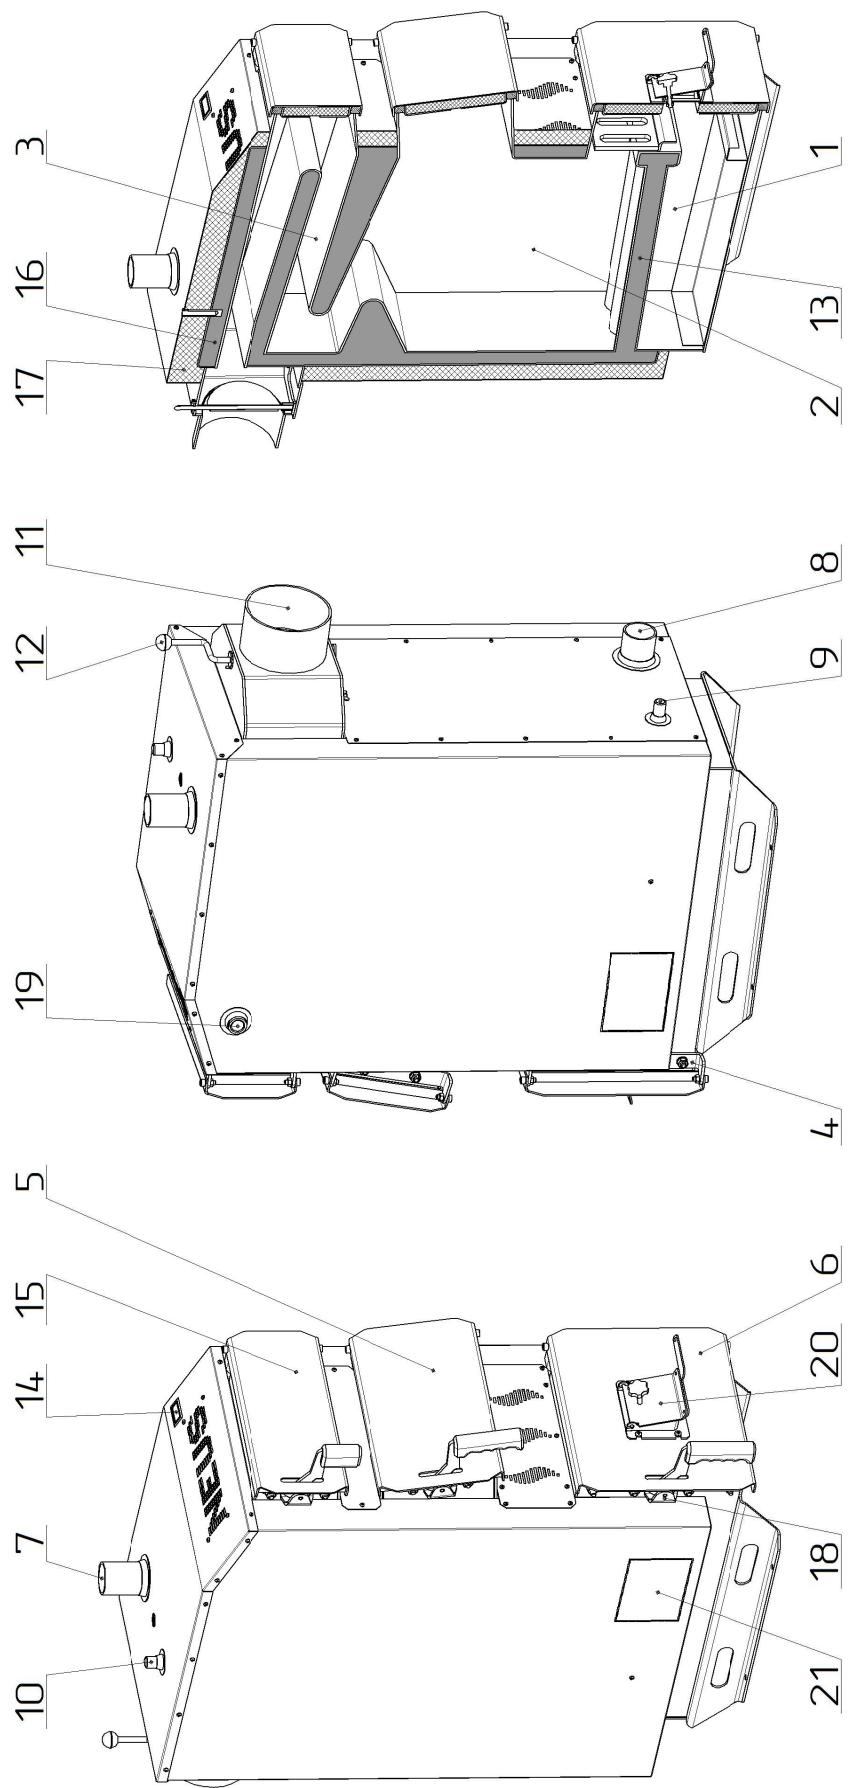

Рисунок 2 – Основні елементи котла Неус-Практик
Конструктивно котел являє собою збірно-зварену конструкцію, що складається з корпуса (поз. 1, рис. 2) з камерою згоряння (топкою) (поз. 2, рис. 2). Конвекційна частина котла складається з трьохходового теплообмінника (поз. 3, рис. 2), який розташований безпосередньо над топкою.
Корпус котла виконаний в формі паралелепіпеду з подвійними стінками, які розділені водними перегородками (поз. 16, рис. 2). На зовнішній поверхні корпуса під декоративною обшивкою закріплена теплова ізоляція. (поз. 17, рис. 2).
Паливо для процесу спалення завантажується на колосникові грати (поз. 13, рис. 2) крізь завантажувальні дверцята (поз. 5, рис. 2). Згоряння палива в топці відбувається за участю повітря, яке постачається наступним чином:
- у котлі Неус-Практик – крізь вікно клапана подачі повітря (поз. 20, рис. 2), що закривається кришкою під колосникові грати. Кількість повітря, необхідного для процесу згоряння, регулюється механічним регулятором тяги, який шляхом натягу або послаблення ланцюга керує положенням кришки клапана. **Регулятор тяги не входить до комплекту поставки котла.**
Для монтажу вентилятора можна використовувати спеціальний фланець, розміщений на бічних стінках корпусу котла під декоративною обшивкою (поз. 21, рис. 2), або встановлювати вентилятор на дверцятах (поз. 6, рис. 2) замість клапана подачі повітря (поз. 20, рис. 2).
Підведення і відведення теплоносія здійснюється відповідно через патрубки зворотної мережної води (поз. 8, рис. 2) і прямої мережної води (поз. 7, рис. 2).
Топочні гази виходять у димохід крізь боров (поз. 11, рис. 2), розташований у задній частині котла. Боров обладнано вбудованим дросельним клапаном продуктів згоряння – шибером (поз. 12, рис. 2). У випадку надто високої тяги у димоході шибер дає можливість її знизити шляхом часткового перекривання вихідного отвору борова.
У верхній частині корпуса котла розташований штуцер для встановлення запобіжного клапана котла (поз. 10, рис. 2).
На задній стінці корпуса у нижній її частині розміщено штуцер для зливу води з котла (поз. 9, рис. 2).
Ревізійний дверцята (поз. 6, рис. 2), що розташовані на передній стінці котла, необхідні для можливості спорожнення підколосникової зони та чищення колосниковых грат.
Для чищення конвекційної частини котла передбачені дверцята (поз. 15, рис. 2).
Для того, щоб змінити положення осі відкривання дверцят з правої (відкриваються зліва направо, як зображене на рис. 2) на ліву, необхідно відкрутити дві гайки, що тримають кронштейн поз. 4 (рис. 2), зняти дверцята з кронштейном, відкрутити гвинт, що тримає пластикову ручку дверцят, розвернути ручку на 180° , та встановити її на місце, прикрутивши гвинт. Після чого відкрутити дві гайки що тримають кронштейн поз. 18 (рис. 2). Розвернувши дверцята на 180° , закріпити їх кронштейн на тому місці, де було встановлено кронштейн пальця (поз. 18, рис. 2), який, в свою чергу, закріпити на місці, де було встановлено кронштейн дверцят (поз. 4, рис. 2).